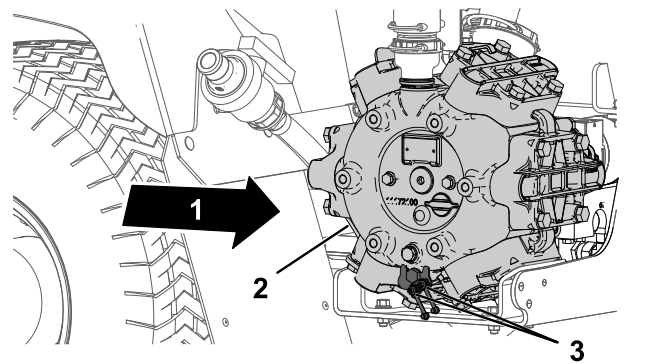

図 66
1. リモートグリスフィッティング2個をきれいに拭く 図 66。
2. リモートグリスフィッティングにグリスを注入する 図 66。